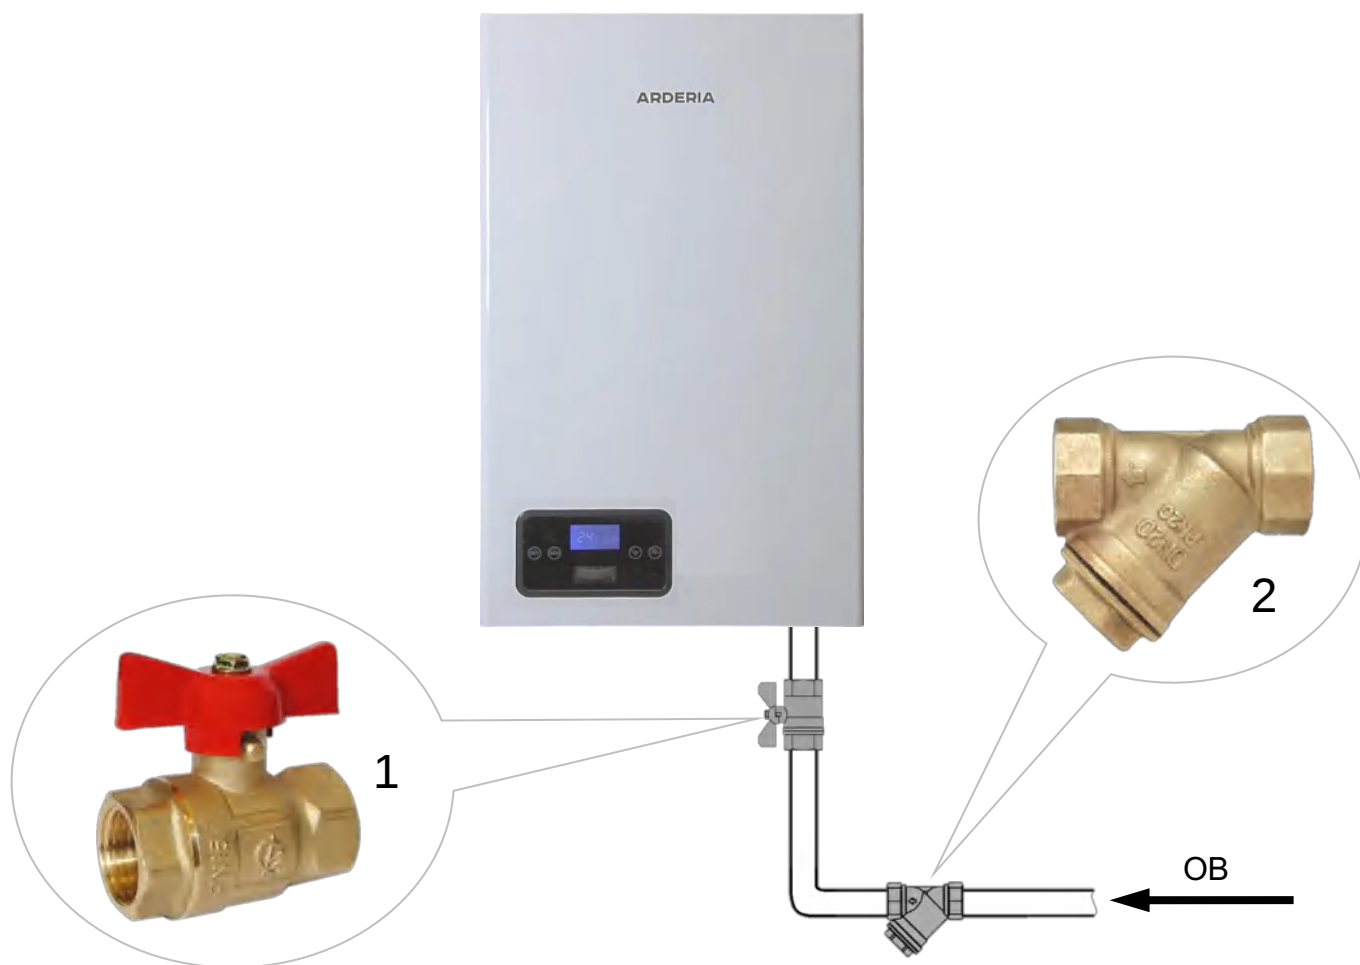

Рис. 16 Монтаж труб системы отопления
- Для осуществления ТО электрокотла, **рекомендуется** перед присоединительными патрубками котла установить (смонтировать) запорные краны, которые **должны** быть расположены так, чтобы их поворотные ручки были доступны (См. Рис. 16).
- Настоятельно рекомендуется** на обратном трубопроводе СО, на входе ОВ в электродкотёл установить косой сетчатый фильтр для очистки ОВ от нежелательных примесей и отложений (См. Рис. 16). Рекомендуется устанавливать фильтр с сеткой (фильтрующим элементом), у которой размеры ячеек 300-500 микрон.